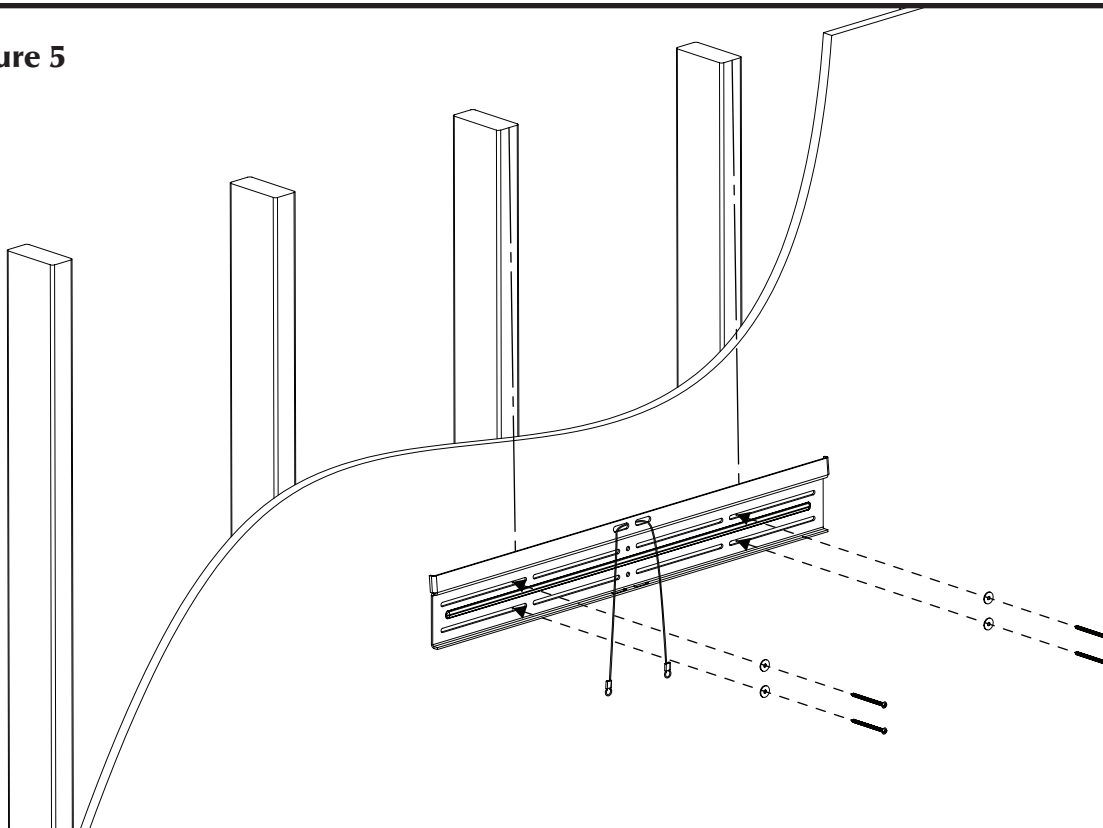

Figure 6
- 15 Comme il est indiqué à la figure 6, suspendez l'enceinte sur le support mural, en le centrant à l'emplacement souhaité. Deux personnes sont recommandées.